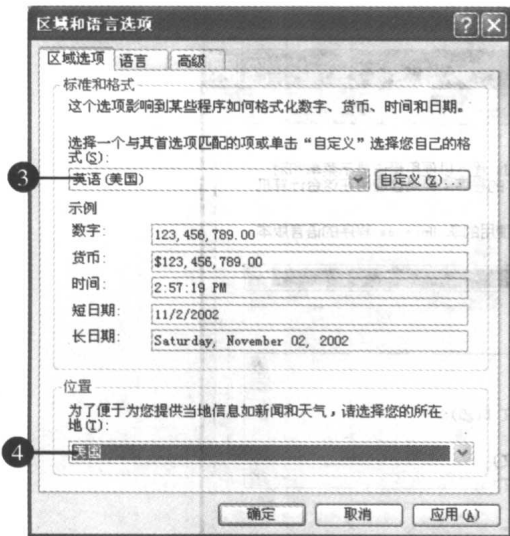
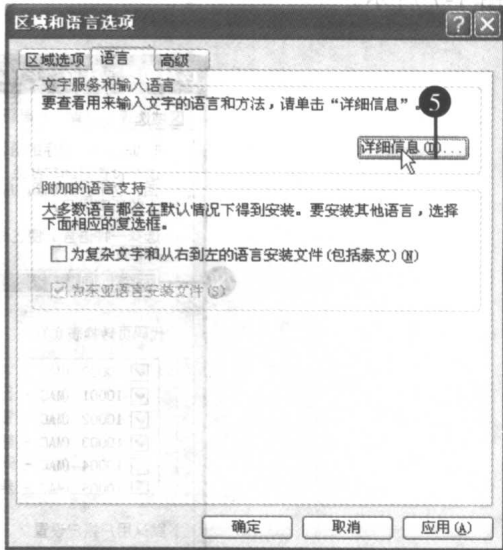

图 1-3 “区域和语言选项”对话框
图 1-4 “语言”选项卡
(3) 在“日期、时间、语言和区域设置”对话框中单击“区域和语言选项”，打开“区域和语言选项”对话框，如图 1-3 所示。
(4) 在“区域选项”选项卡的“标准和格式”区域中选择“英语（美国）”，在“位置”区域中选择“美国”。
(5) 单击“语言”选项卡，如图 1-4 所示。